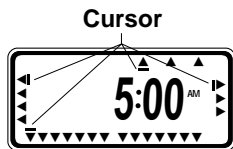

FIGURA 4: Pantalla de cristal líquido (LCD) con vista de los cursores
- Cuando esté programando, aparecerá un cursor debajo de la flecha correspondiente al año, al mes y al día [Vea la Figura 4].